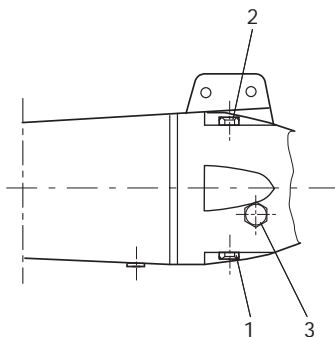

Рис. 19 Положение пробки сливного отверстия и маслосливного отверстия
1. Выкрутить пробку (поз. 2). См. рис. 19.